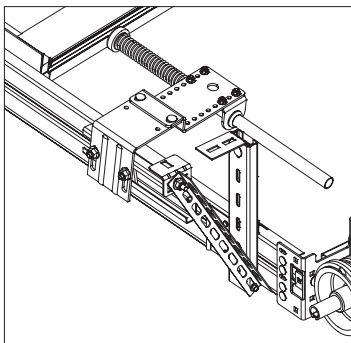

Рис.46.3
- Закрепить демпфер таким образом, чтобы при полностью поднятых воротах пружина демпфера была сжата примерно на $\frac{2}{3}$ ее длины в свободном состоянии (рис.46.3).